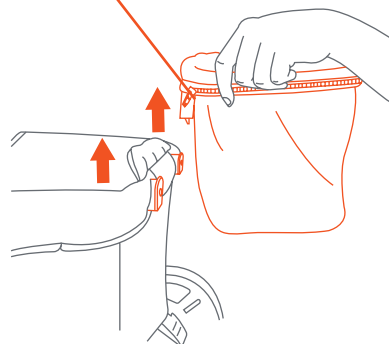

Fig. 12
- 12) • To detach:** Flip the basket over the wagon frame and locate the release latch. Pull the latch levers forward and lift up, until the basket comes off completely (Fig. 12).
- **Para desinstalar:** Voltea la canasta sobre el marco del vagón y localice el pestillo de liberación. Tire de las palancas del pestillo hacia adelante y levántelas, hasta que la canasta se retire por completo (Fig. 12).